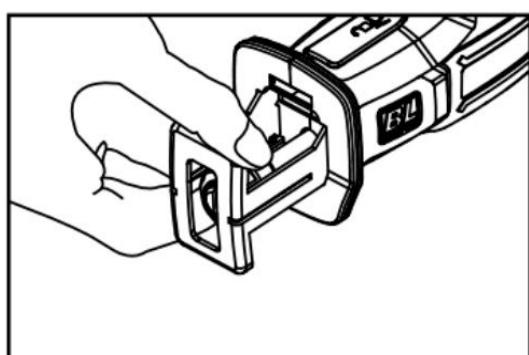

Рис. 2
2. Откройте бесключевой зажим, по часовой стрелке, до его полного открытого положения (Рис. 2)
3. Полностью вставьте хвостовик лезвия в бесключевой зажим (Рис. 2 а)
Рис. 2а